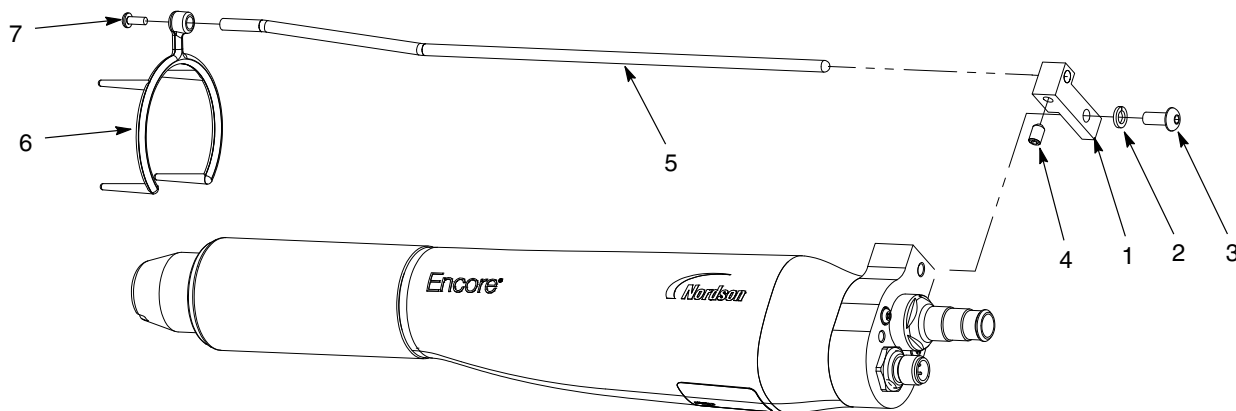

Рис. 6 Монтаж приемника ионов – показана плоскофакельная форсунка
1. См. рис. 6. Установить монтажный блок (1) на распылитель, используя стопорную шайбу М5 и винт (2, 3).
2. Вставить стержень приемника (5) в блок и зафиксировать винтом М5 x 8 (4) из комплекта приемника ионов.
3. Надвинуть многоточечный наконечник (6) на гайку форсунки и закрепить на стержне приемника винтом М3 (7).